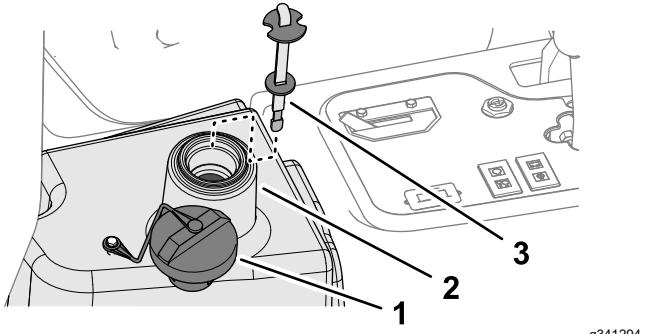

Figura 88
2. Pulite attorno al collo del bocchettone e del tappo del serbatoio del fluido idraulico (Figura 88) e rimuovete il tappo.